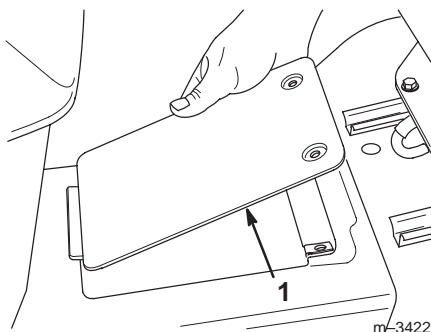

Figure 37
3. Dévissez les deux vis de fixation du couvercle d'entretien de l'arbre de transmission sur le tunnel du tracteur, à côté du siège, et ouvrez-le (Fig. 37).